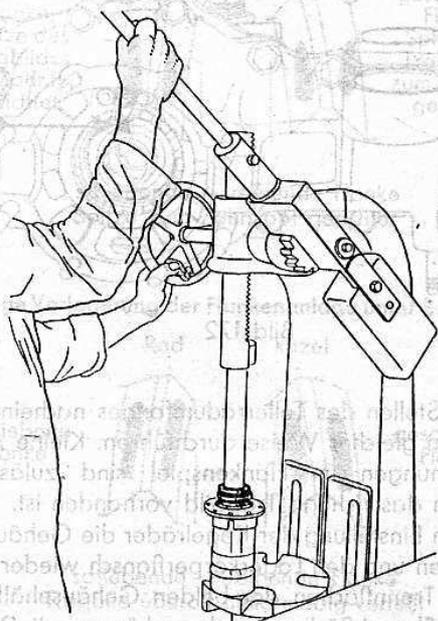

Bild 166
7. Doppelt Längskugellager mit Abstandrohr, Beilagscheibe und Rollenlager nacheinander (bzw. bei neuer Ausführung: zweireihiges Schrägkugellager) auf Antriebskegelrad aufpressen (Bild 166). Alle Lager mit Fett einsetzen.